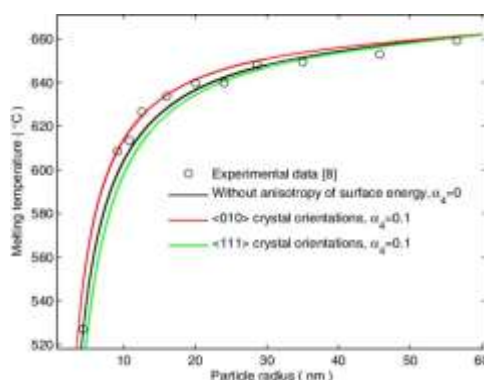

Рис. 3. Розмірна залежність температури плавлення для наночастинок [22]
16. Розгляньте залежність температури плавлення наночасток алюмінію від їх радіусу. Поясніть це явище. Яким рівнянням описується ця закономірність? (рис. 3).